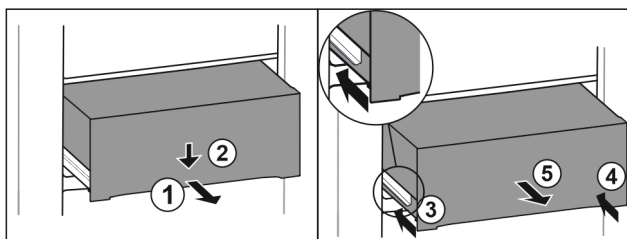

Fig. 94
- ▶ Træk skuffen halvt ud. Fig. 94 (1)
- ▶ Tryk skuffen ned på forsiden. Fig. 94 (2)
- ▶ Skub venstre skinne ca. 2 cm ind. Fig. 94 (3)
- ▶ Skub højre skinne ca. 2 cm ind. Fig. 94 (4)
- ▶ Tag skuffen ud fremefter. Fig. 94 (5)